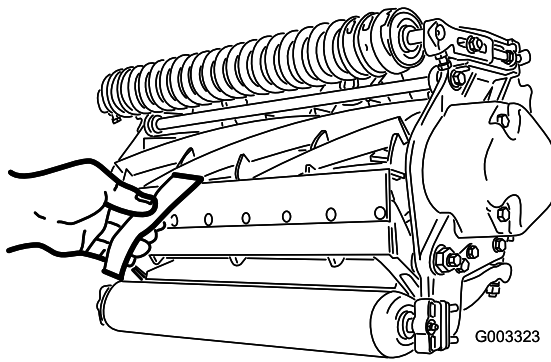

図 17
3. リール前面の左右いずれかの端を選び、リールと下刃の間に新聞紙片を差し入れる（図 17）。リールをゆっくり前回転させながら下刃調整ネジ（図 16）を締め（新聞紙を入れた側の調整ネジを、1 目盛りずつゆっくりと）、新聞紙を前から（ベッドナイフの上面に平行に）入れると軽く挟まれる程度に調整する。新聞紙を引き抜くのに軽い力が必要な程度でよい。
5. 両側の調整ができれば最終確認を行う：紙片をリールの前から差し込んだ時にははさむだけ、下から差し込むと切れるのが正しい調整である（図 17）。リールと下刃のごくわずかの接触で紙が切れなければいけない。接触を強くしないと切れない（リールが新聞紙を強く挟み込まないと切れない）場合には、鋭利な刃先を取り戻して精密なカットができるようにバックラップか研磨を行うことが必要である（Toroリール・モアとロータリー・モアのための研磨マニュアル Form No. 80-300PT を参照）。